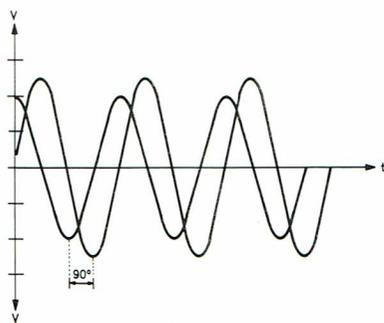

Fig.4
5. Des signaux sinusoïdaux (V-sortie) doivent alors être visibles (voir Fig. 4), ceux-ci se situant symétriquement autour de l'axe 0 et étant déphasés de 90°.